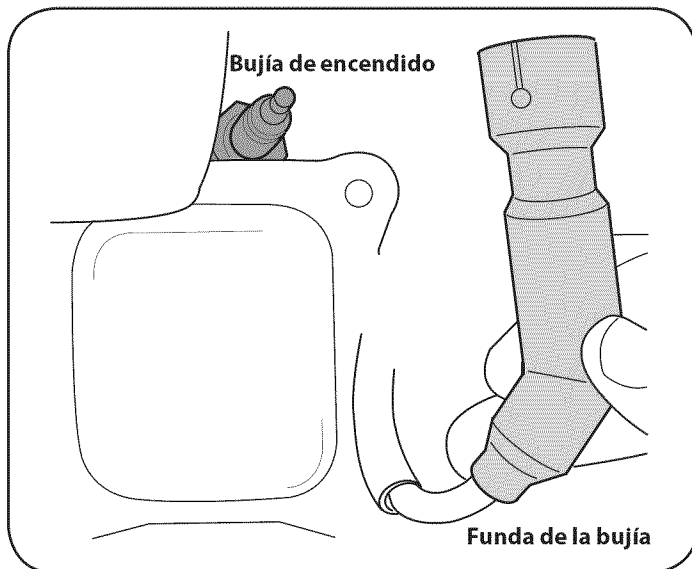

Figura 13
- Retire la funda de la bujía y utilice una llave para bujías para extraerla. Vea la Figura 13.